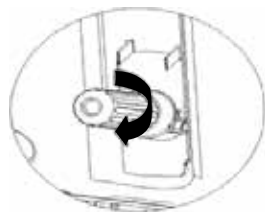

Fig8
4. Un clic signale que le joint de la cartouche a été percé par le vissage avec le poinçon et que le gaz peut ainsi s'écouler dans le fût de bière (fig. 8).